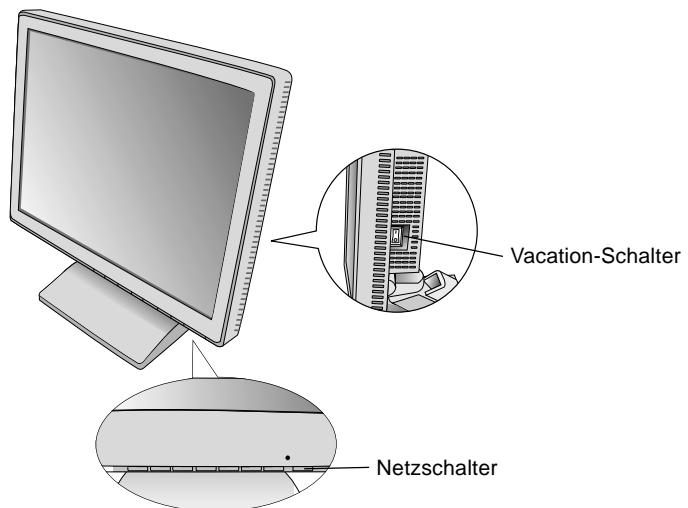

Abbildung D.1
- Der Vacation-Schalter auf der rechten Seite des Monitors muss sich in der Position ON befinden (**Abbildung D.1**). Schalten Sie Monitor und Computer mit den jeweiligen Netzschaltern ein.